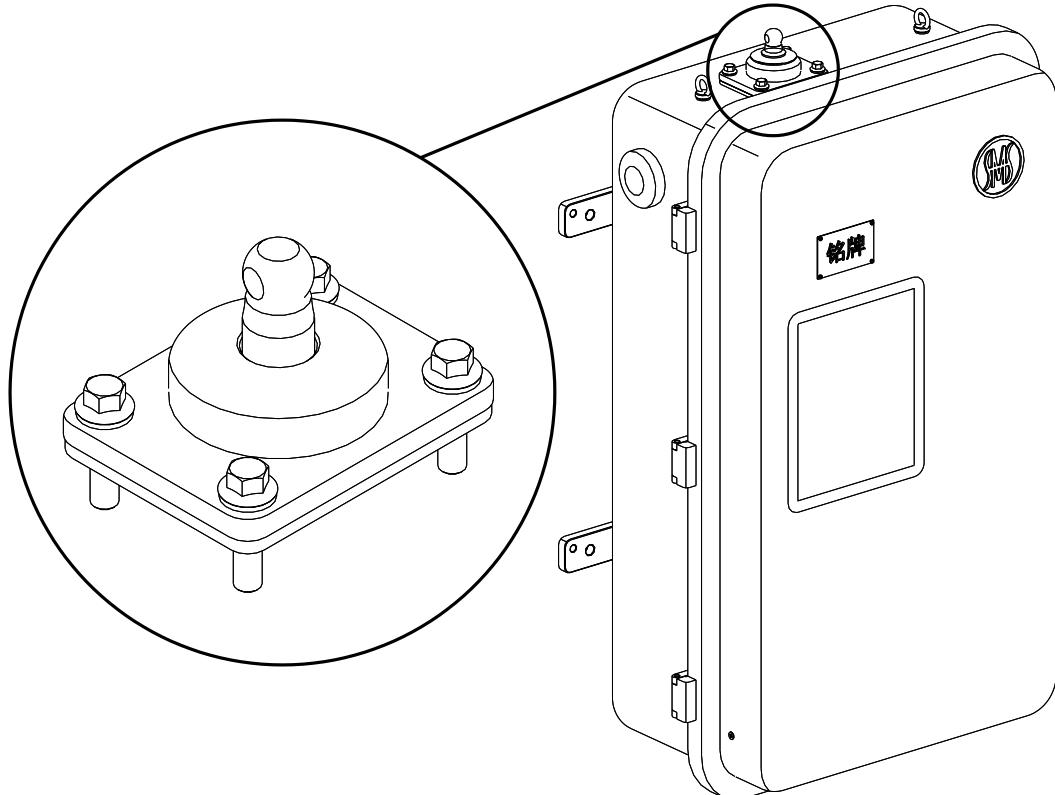

图 8-7
3. 将衬套置于电动机构的上端，用 4 个 M6×10 的紧定螺钉固定，4 处圆弧避开 4 个螺栓（见图 8-7）。
5. 把下部的防护罩套在衬套外侧，4 个缺口避开 4 个螺栓（见图 8-7）。